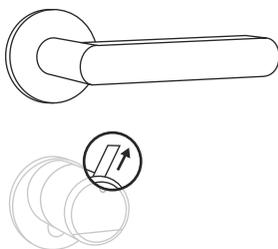

Fig. 11
- ⑧ Se non lo si è ancora fatto, rimuovere la striscia di protezione della batteria dalla manopola interna (Fig. 11).